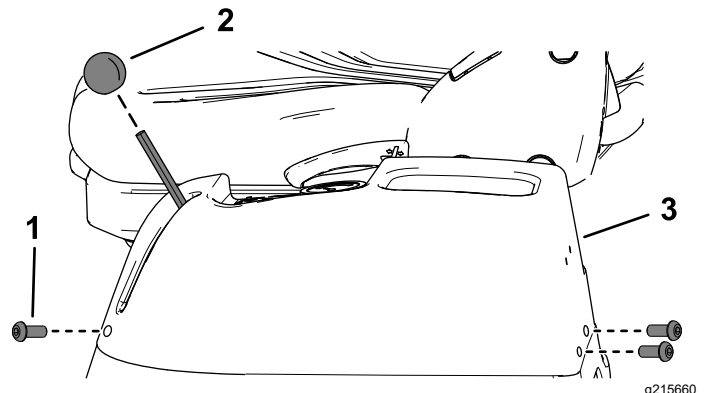

Figura 74
4. Retire los 3 tornillos allen de la consola izquierda (Figura 74).
5. Retire el pomo de la palanca del acelerador (Figura 74).
6. Eleve la consola izquierda y apártela (Figura 74).